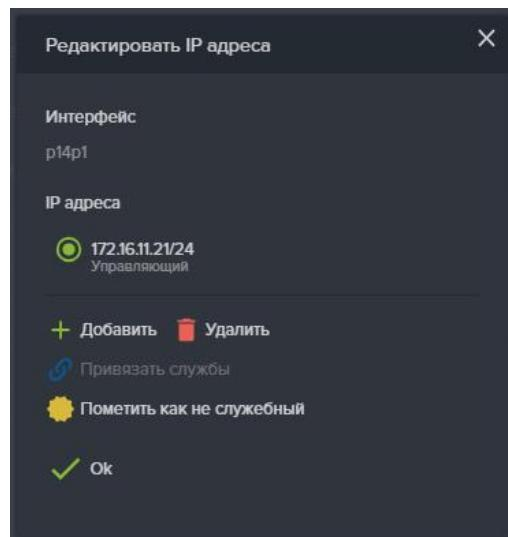

Рисунок 21. Удаление IP-адреса.
3. В открывшемся окне выберите из списка нужный адрес и нажмите кнопку «Удалить» (см. Рисунок 21).